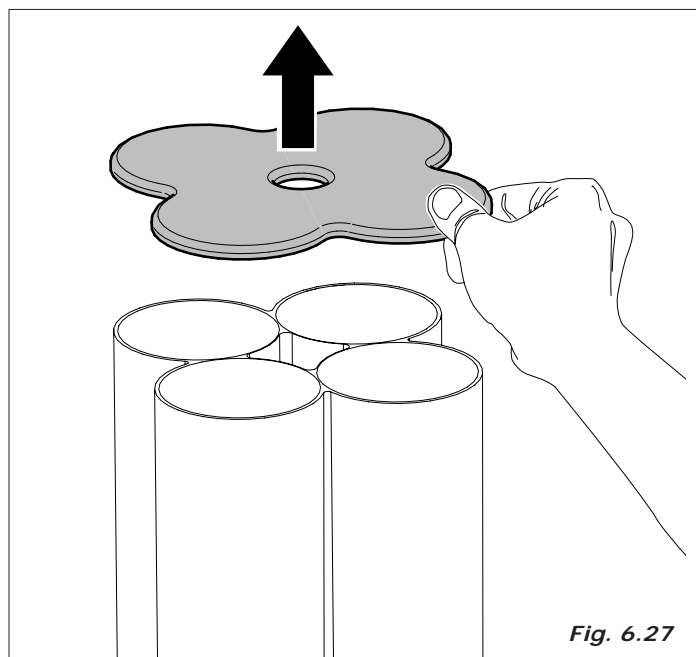

Fig. 6.27
- levantar a tampa da coluna copos (Fig. 6.27)